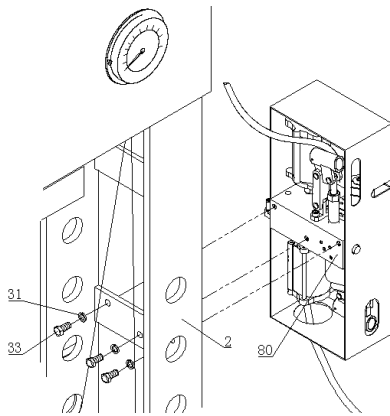

Bild 1
Befestigen Sie die Pumpen-Einheit (80) am Säulenträger mit Sechskantschrauben M12x25 (33) und Scheiben Ø12 (31). (siehe Bild 1)